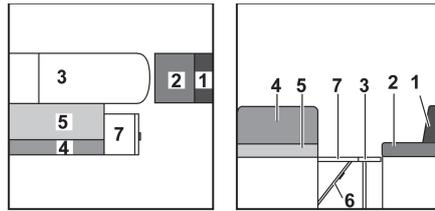

Fig. 168 Durante la transformación
- Plegar la prolongación del banco de asiento (Fig. 168,7) hacia arriba y colocar una cuña con la trampa.
- Quitar el cojín del respaldo del asiento longitudinal (Fig. 168,1) y ponerlo a un lado.
- Tirar el cojín del asiento del asiento longitudinal (Fig. 168,2) hacia delante hasta la mesa.
- Tirar el cojín del asiento del banco (Fig. 168,5) hacia adelante sobre la mesa.
- Plegar el cojín del respaldo del banco (Fig. 168,4) y tirarlo sobre la prolongación del banco.
- Colocar el cojín adicional (Fig. 168,9) entre el cojín del asiento y el del respaldo.
- Colocar los cojines adicionales (Fig. 168,10, 11 y 12) entre la pared lateral y los cojines sobre la mesa y el tablero.